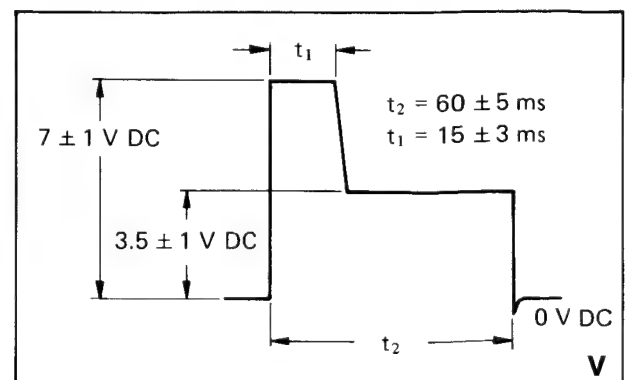

Bild 3-11
2. Oszilloskop an TP 14 und mit R 149 Gesamtimpulsbreite auf  $t = 60 \text{ ms}$  einstellen (Bild 3-11).